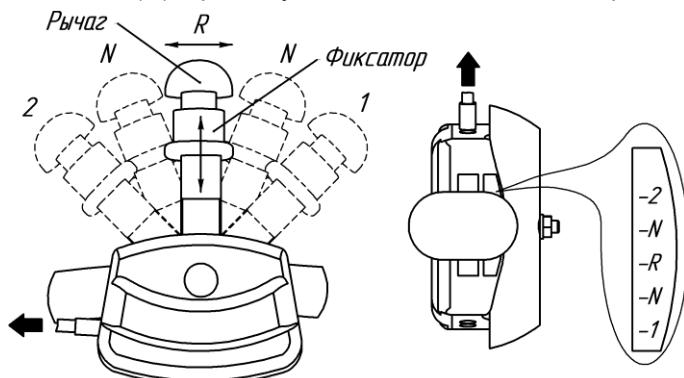

Рис.5 Рычаг переключения передач мотоблока МБ23 МультиАГРО
Для модификаций МБ23 переключение передач производится перемещением рычага на руле (рис.5): две передачи вперед (1 и 2), одна – задний ход (R), промежуточное положение – нейтральное (N).
Для переключения передач отпустите рукоятку сцепления, выжмите фиксатор, потянув его вверх и не отпуская его, переведите рычаг переключения передач в необходимое положение, соответствующее выбранной передаче, а затем отпустите фиксатор и убедитесь, что рычаг зафиксировался в данном положении (рис.5). Механизм переключателя передач имеет оригинальную конструкцию, которая включит выбранную передачу под воздействием пружинного "доводчика" после включения сцепления. При необходимости механизм переключения передач можно отрегулировать по методике описанной в разделе 19.